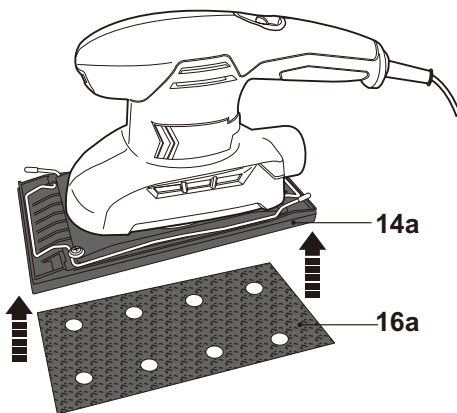

Fig. 4
- > Presione ligeramente la hoja de papel de lijado (16a, 16b, 16c) para fijarla a la placa base (14a, 14b, 14c) (Fig. 4, 5, 6).